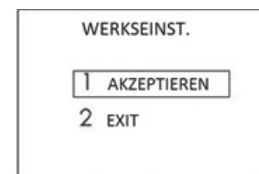

Abb. 51: Menü Werkseinstellungen
- Bestätigen Sie die Wahl mit der -Taste (Abb. 51).